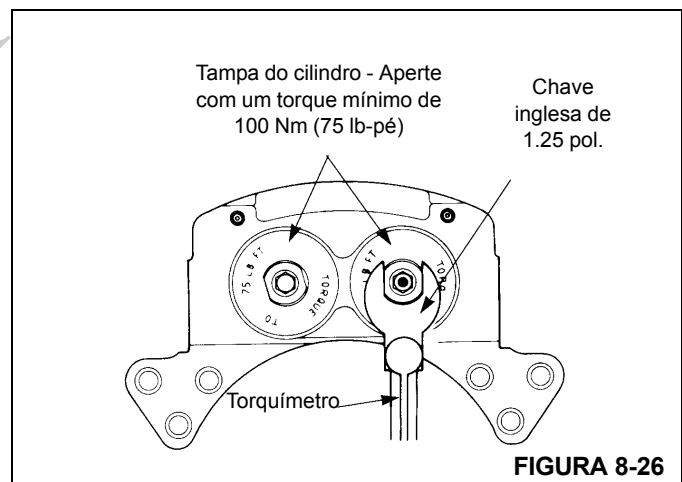

**FIGURA 8-25**
4. Instale os pistões na carcaça. Empurre os pistões para dentro pelo lado da lona da carcaça. Verifique se os pistões estão retos nos furos. Empurre cada pistão para dentro do furo até que a parte superior do pistão fique nivelada à parte superior da vedação contra poeira. Consulte Figura 8-25.